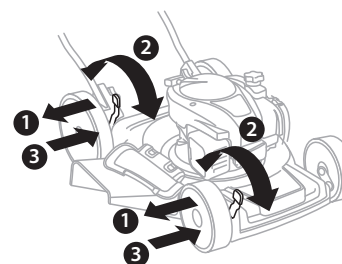

Fig. 8
1. La altura de la cuchilla al suelo se puede ajustar a 6 posiciones de altura desde 1,25 pulgadas a 3,75 pulgadas (Fig. 8).
2. Para cambiar la altura de corte, presiona la palanca de ajuste de altura hacia la rueda (1).
3. Mueve la palanca hacia arriba o hacia abajo hasta la posición deseada (2), suelta la palanca para bloquear la rueda en posición (3). Comprobar que las ruedas traseras y las delanteras están a la misma altura.